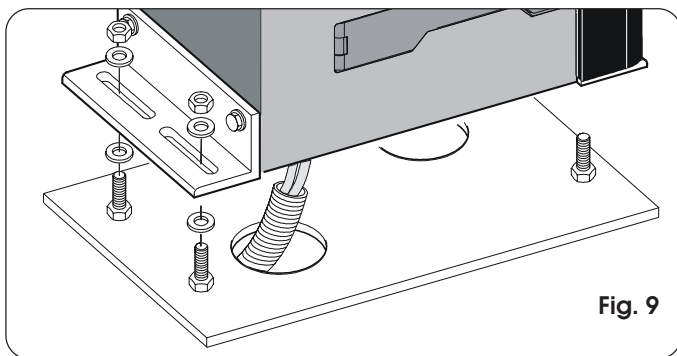
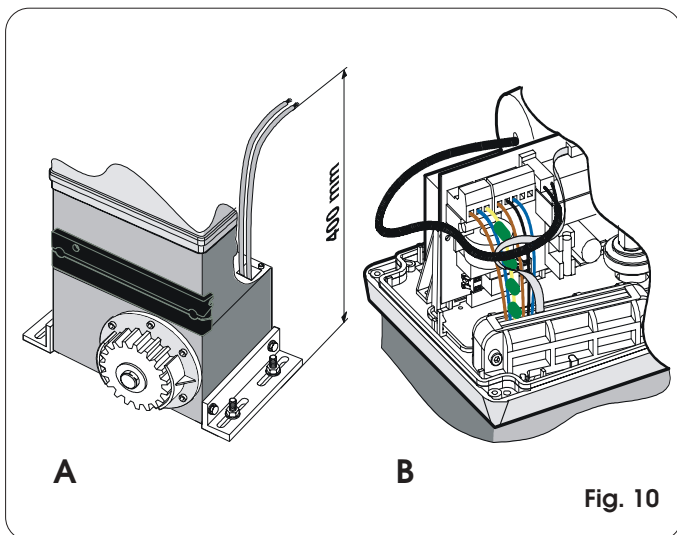

Fig. 9
Fig. 10
- 3) Placer l'opérateur sur la plaque en utilisant les rondelles et les écrous fournis d'après la Fig.9. Durant cette opération faire passer les câbles à travers le conduit spécifique présent dans le demi-corps inférieur de l'opérateur (Fig.10- Réf.A). Pour accéder à l'armoire électronique, faire passer les câbles à travers le trou spécifique en utilisant le serre-câble avec l'élément en caoutchouc fourni. Veiller en particulier à dénuder tous les câbles de façon à ce que le serre-câble tiennent les fils un à un (Fig.10- Réf.B).